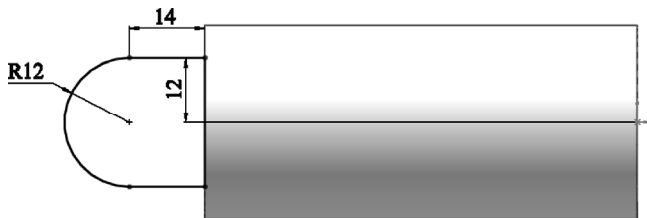

图 13-22 绘制草图
**02** 绘制草图。单击“草图”控制面板中的“边角矩形”按钮、“三点圆弧”按钮和“剪裁实体”按钮，绘制草图，如图 13-22 所示。